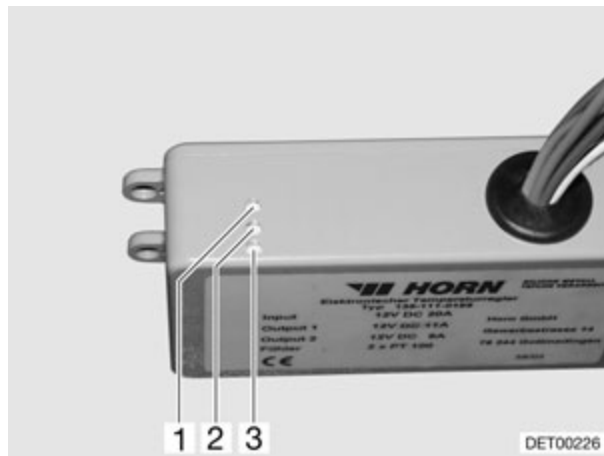

Fig. 135 Aparato regulador
El aparato regulador (Fig. 135) está montado en el armario ropero. Las luces de control del aparato regulador tienen el siguiente significado:
- La luz de control (Fig. 135,2) se enciende de color verde: regulación en funcionamiento
- La luz de control (Fig. 135,1) se enciende roja: se está calentando el depósito de aguas residuales
- La luz de control (Fig. 135,3) se enciende roja: las tuberías de aguas residuales se calientan.